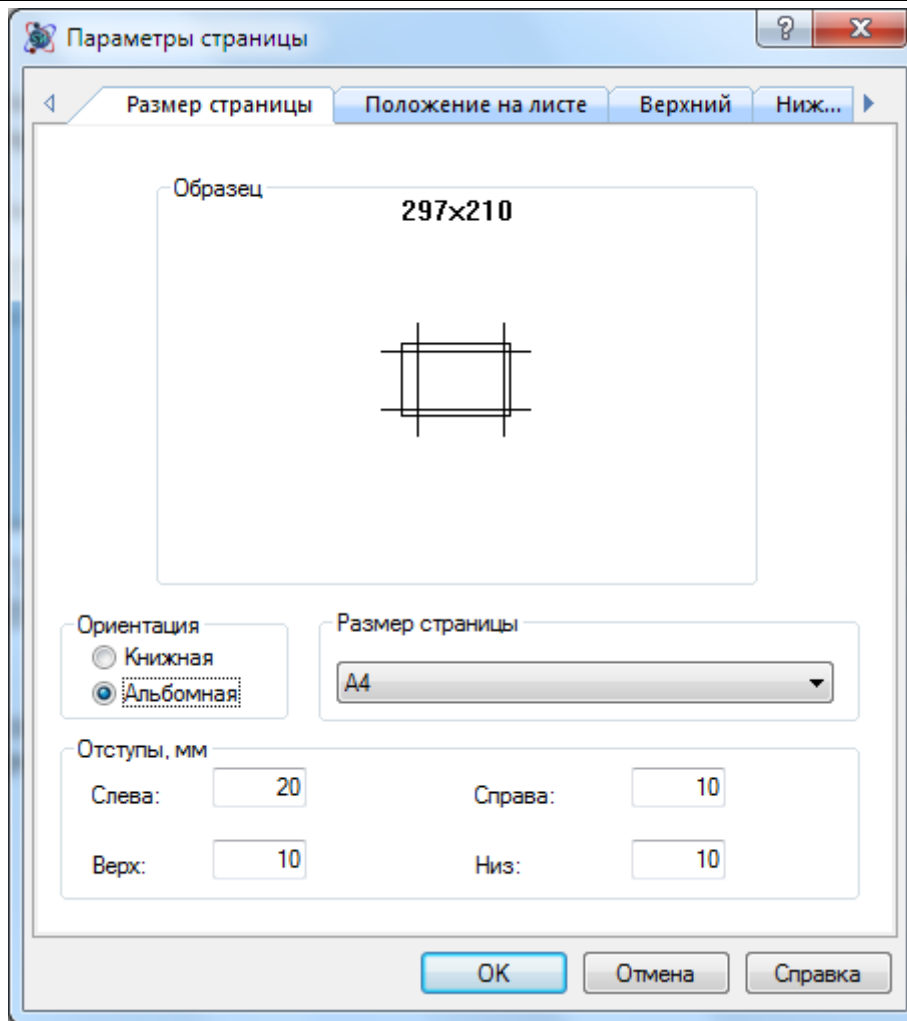

Рис. 5.4 Диалоговое окно Параметры страницы, вкладка Размер страницы
- На вкладке **Размер страницы** (рис. 5.4):